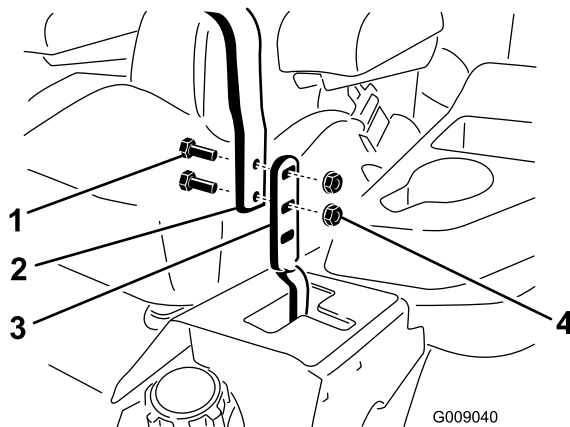

Figure 74
3. Desserrez les boulons et les écrous à embase situés dans les leviers (Figure 74).